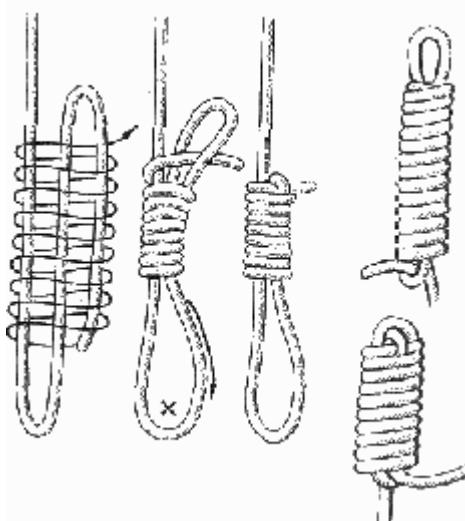

Рис. 88. Затягивающаяся удавка
**Затягивающаяся удавка** (рис. 88). Как и предыдущий, этот узел так же называют **эшафотным**, или “**висельным**” узлом. Но несмотря на это, он находит и другое применение в морском деле. Его используют при временном креплении троса за плавающие в воде предметы или при накидывании и креплении троса за какой-либо предмет на берегу. Этот узел имеет преимущество даже перед таким хорошим узлом, как удавка с полуштыками (см. рис. 65), в том, что ходовой конец троса не может выскошить из петли, и потому затягивающаяся удавка считается надежнее.